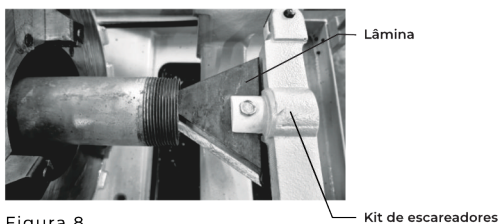

Figura 8
2. Com a máquina ligada em velocidade alta, avance o escareador até o interior do tubo (Figura 8);